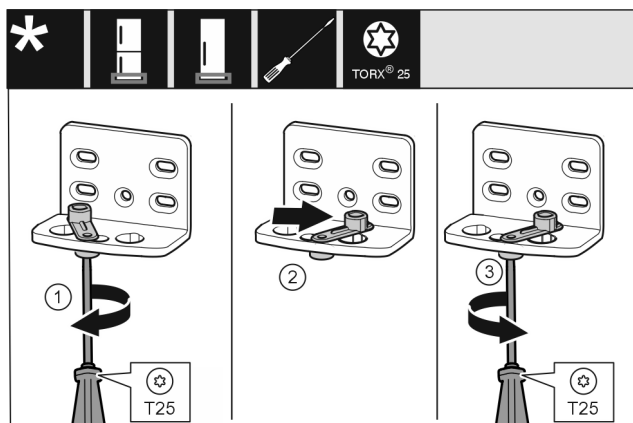

Fig. 11
- ▶ Înșurubați slăbit șurubul cu șurubelnița T25. Fig. 11 (1)
- ▶ Ridicați dispozitivul auxiliar de închidere a ușii și rotiți-l cu 90° spre dreapta în orificiu. Fig. 11 (2)
- ▶ Înșurubați ferm șurubul cu șurubelnița T25. Fig. 11 (3)